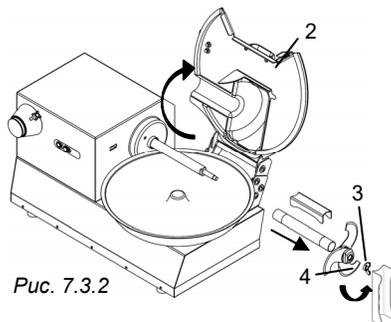

Рис. 7.3.2
- Поднимите крышку «2», Рис. 7.3.2.
- Открутите барашковую гайку ступицы ножей «3», Рис. 7.3.2.
- Снимите ступицу ножей «4», Рис. 7.3.2, с вала.
- Снимите крышку «2» Рис. 7.3.2 до полного снятия.
Примечание: Чтобы избежать риска случайного травмирования, снимайте крышку только после снятия ступицы ножей «4» с вала, Рис. 7.3.2.